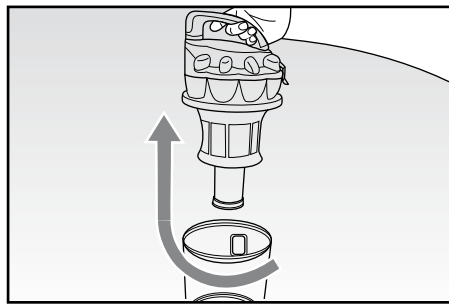
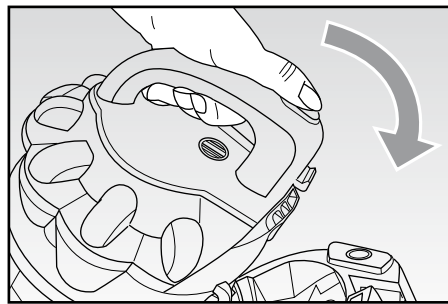

Fig. 10
Fig. 11
- rimuovere il filtro completo ruotandolo in senso orario (Fig. 10).
- Prima di procedere con un nuovo utilizzo, occorre riassemblare il contenitore (A).
- Inserire il filtro all'interno del contenitore (A) e bloccarlo ruotandolo in senso antiorario.
- Reinscrivere poi il contenitore della polvere completo (A) sul corpo dell'apparecchio premendolo leggermente fino ad udire lo scatto di avvenuto aggancio (Fig. 11).